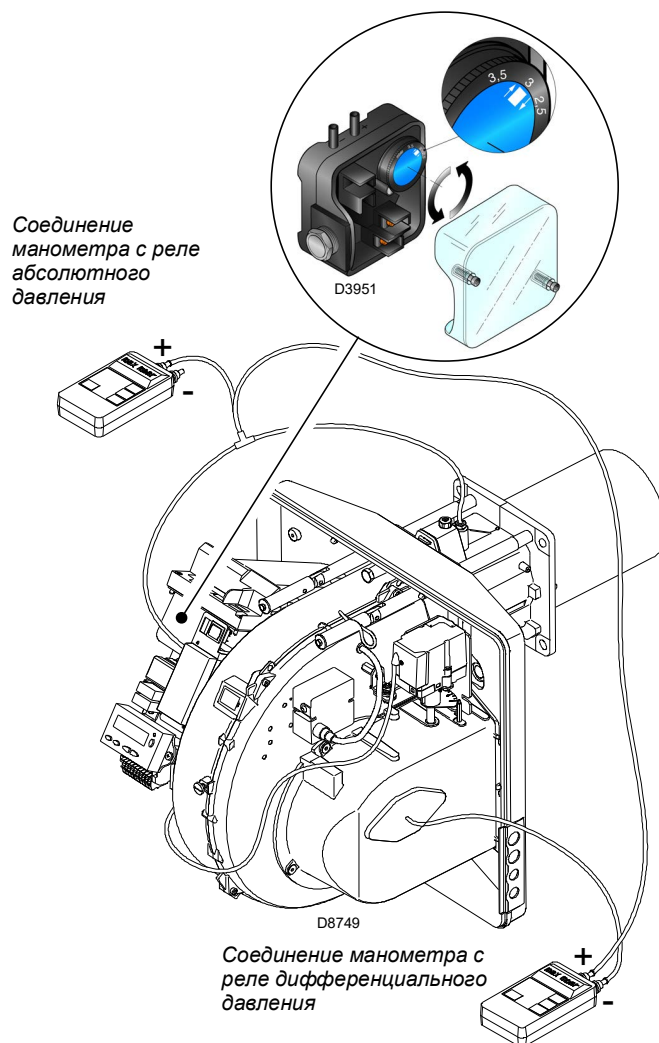

Рис. 27
- Отрегулируйте реле давления воздуха (Рис. 27 на стр. 31) на начало шкалы.
Настройка реле давления воздуха (Рис. 27) выполняется после всех остальных регулировок горелки, устанавливая реле давления воздуха на начало шкалы.
Подсоединение манометра указано на Рис. 27. Стандартная конфигурация, когда подсоединено реле абсолютного давления воздуха. Обратите внимание, что наличие "T" - образного соединения не входит в поставку.
В этом случае манометр также должен быть дифференциальным, как показано на Рис. 27.